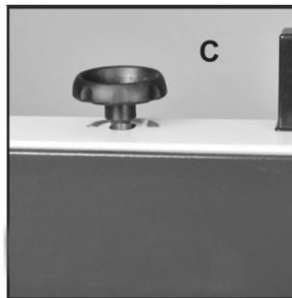

Рис. 8
1. Прикрепите держатель инструмента (#78A) к задней части стойки с помощью двух крестообразных винтов (#77A). Рис. 8. Удобное хранилище для шестигранных ключей (3, 4, 5, 6 мм).